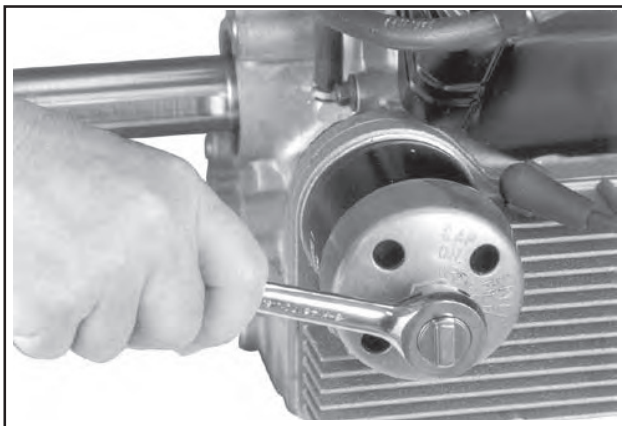

Abbildung 9-5. Ausbau des Ölfilters.
3. Den Ölfilter entfernen und entsorgen. Siehe Abbildung 9-5.